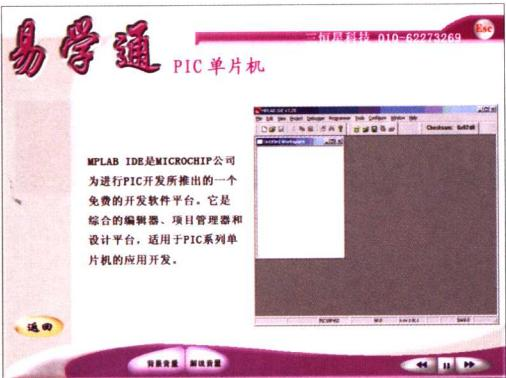

图 3
4. 在图2中，读者可单击前六部分按钮，进入每部分的文字解说部分，如图3所示。单击第七部分按钮，进入实例部分，播放需要演示实例的多媒体程序，如图4至图8所示。